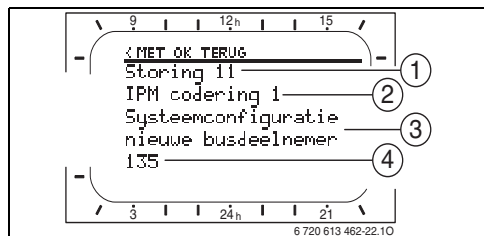

Fig. 17 Storingsweergave
Display (→ pos. 1, 3 en 4 in afb. 17)